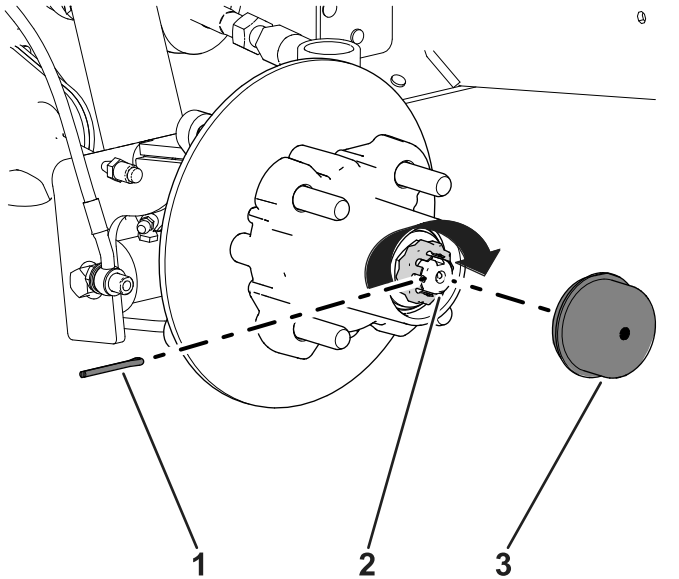

Figure 38
- Placez l'arrêt d'écrou sur l'écrou et vérifiez que la fente dans l'arrêt et le trou dans la fusée sont alignés afin de pouvoir insérer la goupille fendue (Figure 38).
- Insérez la goupille fendue et repliez chacune de ses pattes autour de l'arrêt d'écrou (Figure 38).
- Reposez le couvre-moyeu sur le moyeu (Figure 38).